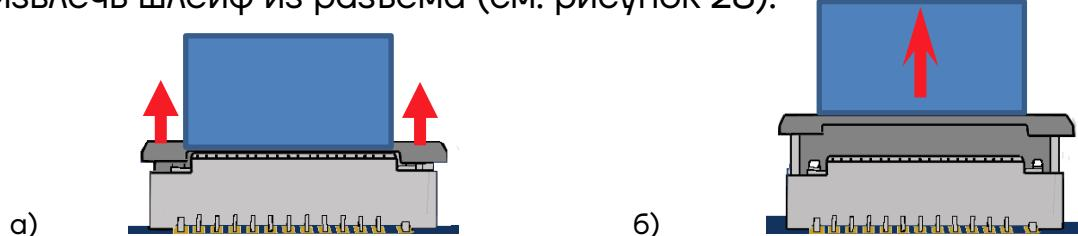

Рисунок 28. Отключение шлейфа от разъёма модуля индикации: а) направление смещения защёлки; б) направление смещения шлейфа при отключении от разъёма
- 3 Аккуратно отключить шлейф блока управления от разъёма **ХТ2** модуля индикации – сначала поднять защёлку разъёма, затем извлечь шлейф из разъёма (см. рисунок 28).